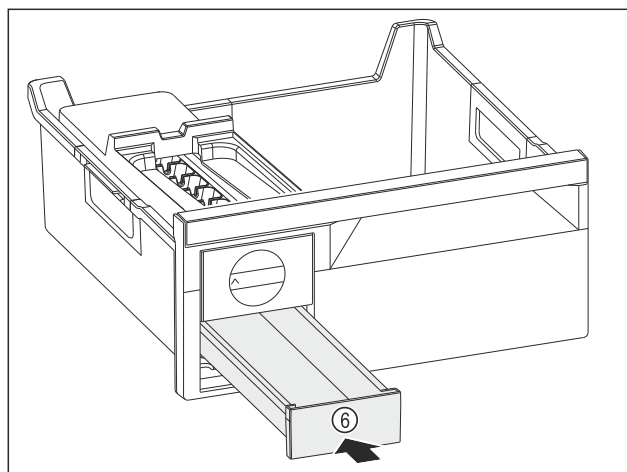

Fig. 247
- Spingere verso l'interno il cassetto del ghiaccio Fig. 247 (6).